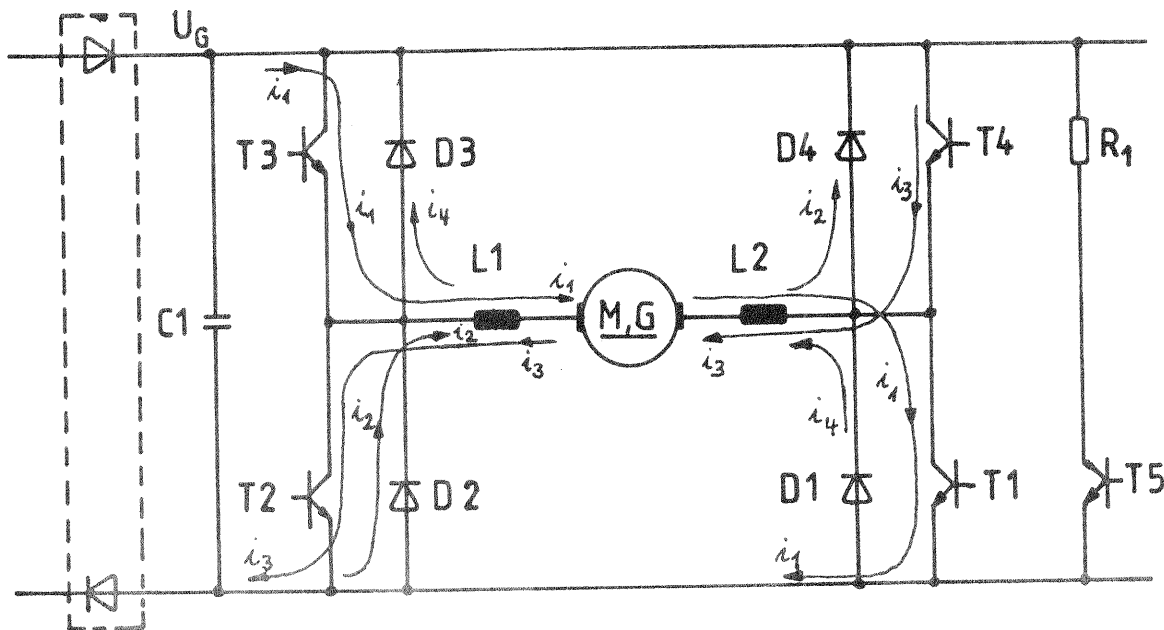
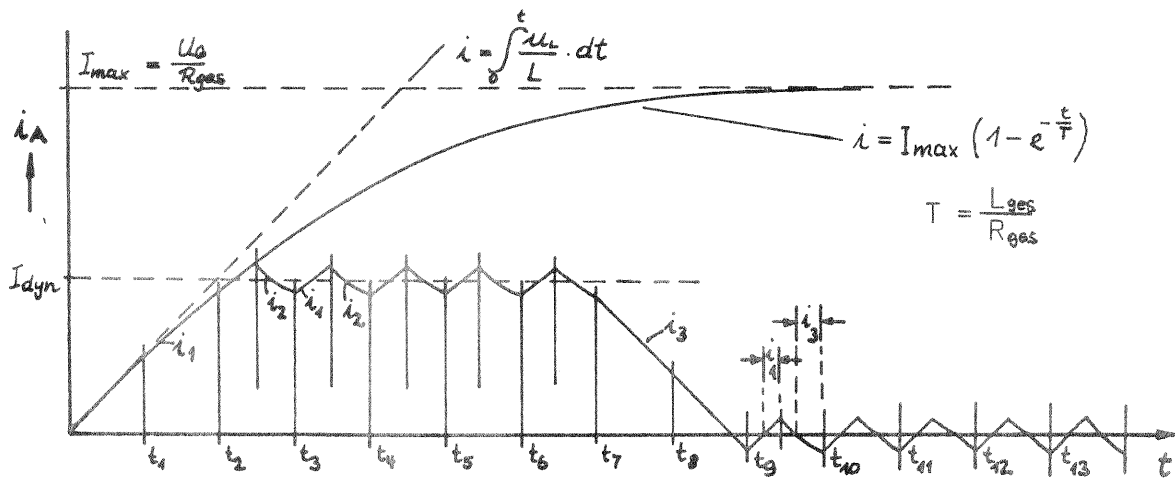

Fig. 3 : Circuit en pont transistorisé
Fig. 4 : Courant de sortie du circuit en pont modulé avec un saut de la valeur de consigne à I dyn et retour à la valeur 0.
11. Groupe résistance avec résistances de charge R1 (voir fig. 3, p.12)
A la commutation des transistors T3 et T1 (fig. 3, p. 12) un courant positif i , commence à circuler dans le moteur, selon la caractéristique représentée à la fig. 4
Les selfs L1 et L2 ainsi que l'inductivité du moteur limitent la montée du courant. Dès que le courant requis est atteint, les transistors T3 et T1 se reblockent. Comme le courant ne peut varier brusquement dans une inductivité, il continue à passer par les diodes D2 et D4, où il disparaît. Ce courant de roue libre est représenté par i_2 dans les fig. 3 et 4 et les diodes de court-circuit par D2 et D4, resp. D1 et D3.
Les selfs représentés dans la fig. 6 correspondent à celles de la fig. 3. Elles font partie de l'alimentation (L501 et L 502, page 38).